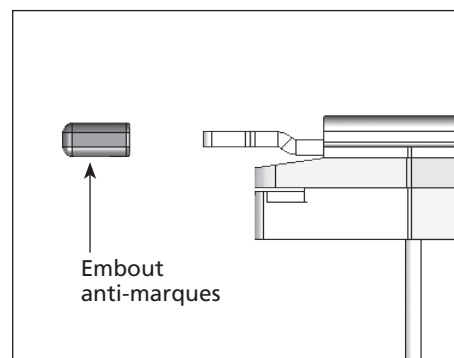

Figure 4
EMBOUT ANTI-MARQUES — L'embout anti-marques est conçu pour éliminer les marques causées par la pointe de contact (PC) (voir la figure 4). L'embout anti-marques peut être retiré s'il n'est pas requis (voir RETIRER L'EMBOUT ANTI-MARQUES) ou lorsqu'on préfère un fraisage un peu plus profond. Glisser simplement l'anti-marques de la PC.